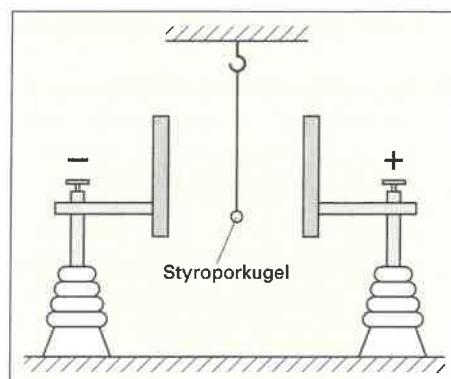

Bild 3: Kraftwirkung im elektrischen Feld
4. Tragen Sie in **Bild 3** elektrische Feldlinien und die Kraftrichtung der Styroporkugel ein. Die Styroporkugel hat ursprünglich die Plus-Platte berührt.